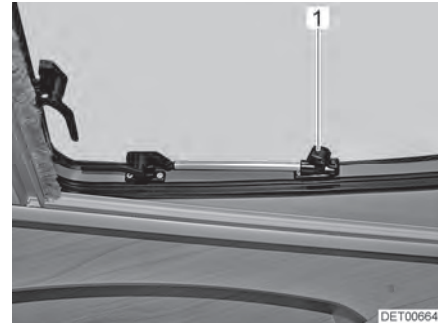

Bild 47 Dachfenster mit Dreh-Ausstellern, geöffnet
- Dachfenster bis zur gewünschten Stellung öffnen und mit Rändelknopf (Bild 47,1) feststellen.
- Rändelknopf (Bild 47,1) drehen, bis Arretierung freigegeben wird.